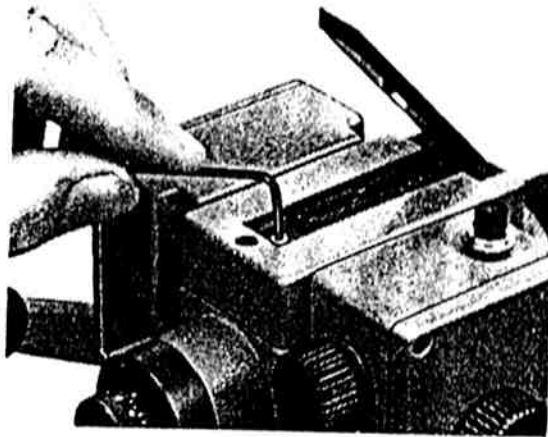

Bild 18 Justierung der Nivellierlibelle mit Inbusschlüssel
Weicht die Ablesung  $a'_4$  vom Sollwert  $a_4$  mehr als etwa 3 mm ab, so wiederholt man den Vorgang. Bestätigt sich dann der Wert  $a'_4$ , justiert man die Nivellierlibelle. Hierzu mit Höhentrieb (15) Horizontalfaden auf berechneten Sollwert  $a_4$  an der Latte in B einstellen. Justierschraube drehen (Bild 18), bis die Blase der Nivellierlibelle einspielt. Anschließend Nivellierprobe zur Kontrolle wiederholen.